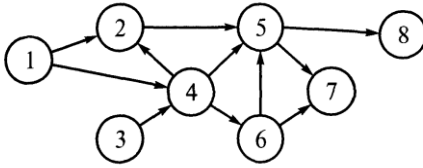

Рис. 5.2. Топологическая основа сетевого графика (к задаче № 4)
4. Какие ошибки допущены в построении сетевого графика, представленного на рис. 5.2 [3]?